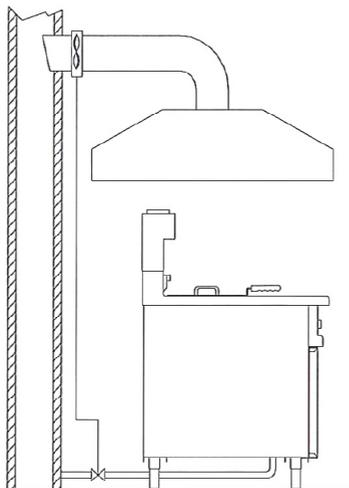

Fig. 4
- la readmisión del gas en el aparato debe poder hacerse sólo manualmente; la parte terminal del conducto de evacuación del aparato debe colocarse en el interior de la proyección del perímetro básico de la campana (Fig.4)